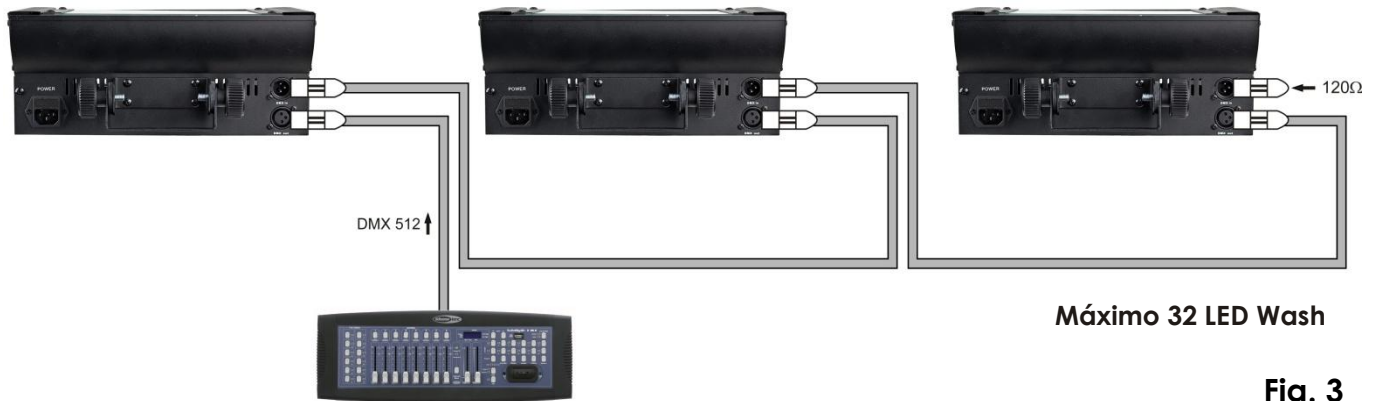

Fig. 3
3. Enlace las unidades tal y como se indica en la (Fig. 3). Conecte un cable de señal DMX desde la salida DMX de la primera unidad hasta la entrada de la segunda. Repita este proceso para enlazar una segunda, tercera o cuarta unidad.